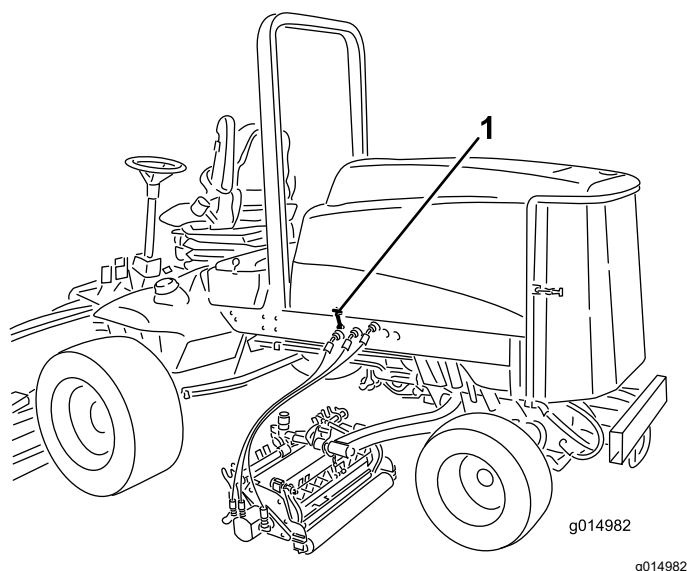

Figura 42
1. Rilasciate i fermi e il perno del cofano (Figura 42) e aprite il cofano.